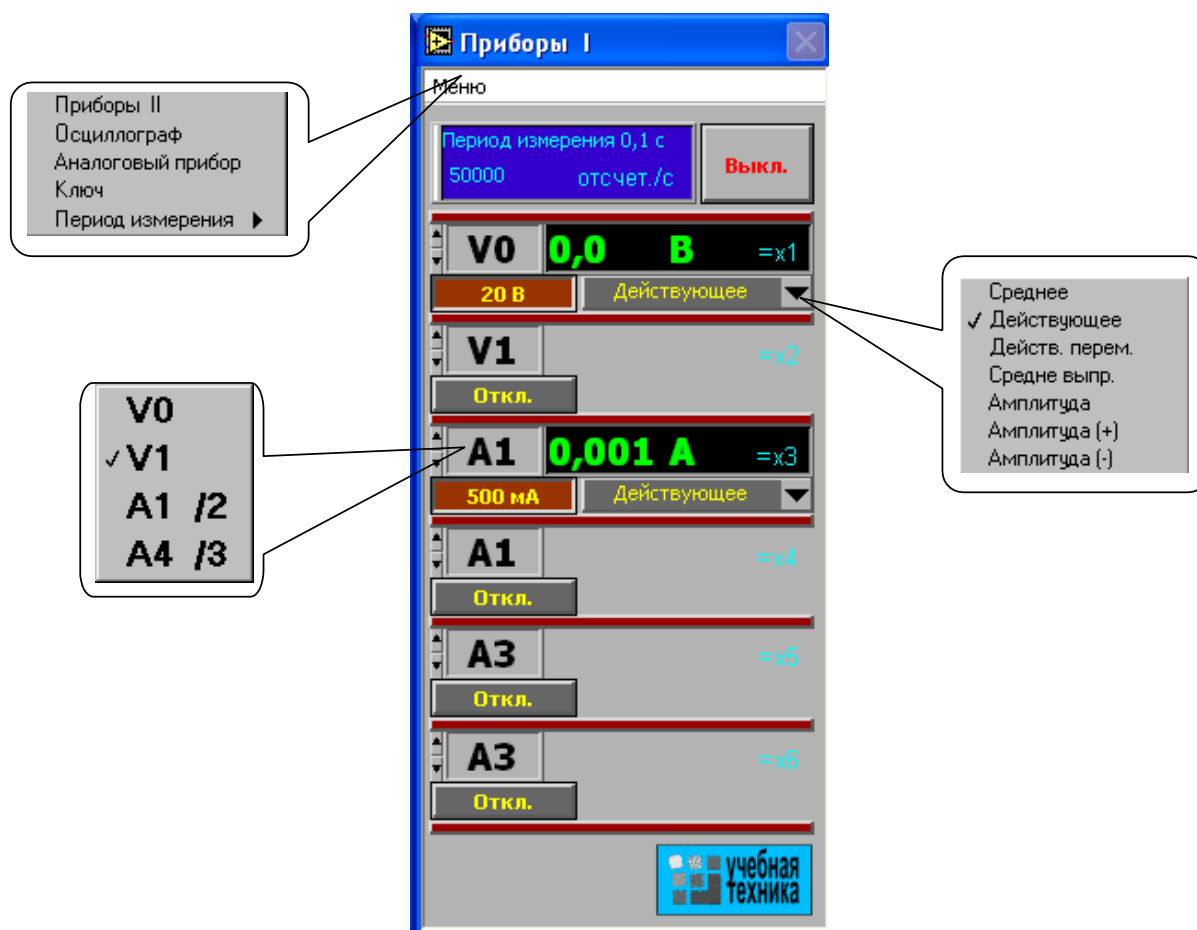

Рис. 1.13
- Активизируйте нужные виртуальные приборы, щелкнув в соответствующих окнах на кнопках «Откл». Для отключения прибора щелкните в окне предела измерения. Чем больше каналов задействовано в виртуальных измерениях тока и напряжения, тем ниже частота сканирования и меньше значений вводится в компьютер за период измерения. Период измерения, в течение которого производится ввод данных в компьютер, по умолчанию равен 0,1 с. Его можно изменить, открыв меню, как показано на рис. 1.13 и выбрав мышью строку «Период измерения».
Третий (нижний) прибор в этом блоке производит вычисления по формуле, вводимой самим пользователем. Аргументами этой формулы могут быть 4 из 8 величин $x1...x8$ (не более!), измеряемых приборами первого и второго блоков. Обозначения $x1...x8$ имеются на рис. 1.13 и 1.14. Например, если измеряются две активные мощности – в верхнем окне мощность источника, а в нижнем нагрузки, то третий прибор можно запрограммировать на определение КПД. Для этого нужно ввести аргументы $x7$ и $x8$, напечатать формулу $y = x8/x7$ и щелкнуть на клавише «Начать счет».
В правом верхнем углу осциллографа (рис. 1.13) имеется движок управления степенью сглаживания фильтра (появляется только при его включении), а также меню изменения характеристик графика: непрерывный, ступенчатый, гистограмма, точечный, размер и форма точек, толщина линий и т.п. Меню открывается при щелчке на любом из изображенных там пяти лучей